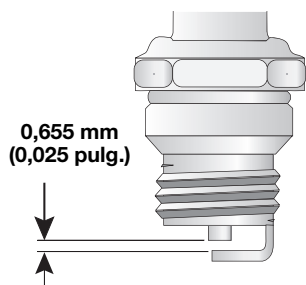

Fig. 55
4. Cambie las bujías que estén rajadas, sucias o deterioradas. Fije la separación de aire a 0,655 mm (0,025 pulgadas) utilizando un calibrador (Fig. 55).